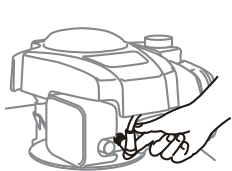

Fig.6A
1. El equipo dispone de una bota de goma sobre el extremo de la bujía, garantizando que el lazo metálico del extremo del cable de la bujía (en el interior de la bota de goma) esté bien sujeto sobre la punta metálica de la bujía. Comprueba que la bota esté bien sujeta a la bujía. (Fig. 6A)